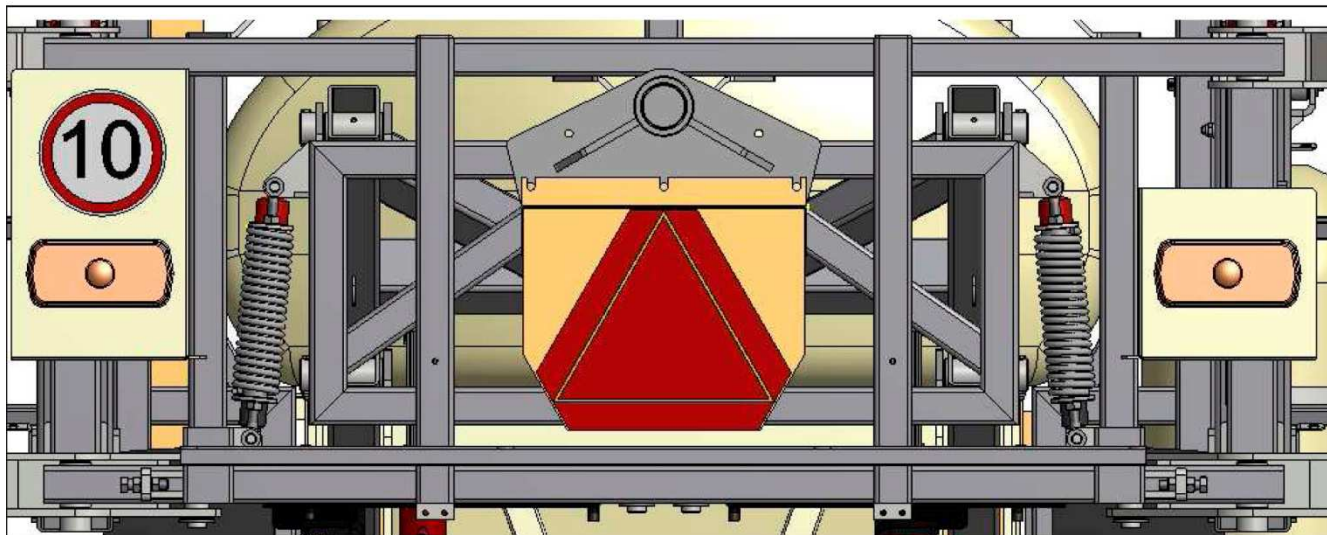

Рисунок 3.18 – Электрооборудование
- фонари задние (рисунок 3.18);